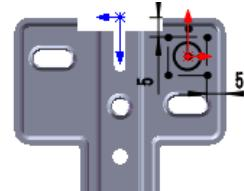

图 16.6.55 编辑草图
(4) 编辑草图，如图 16.6.55 所示。退出草图环境，完成成形特征 6 的创建。